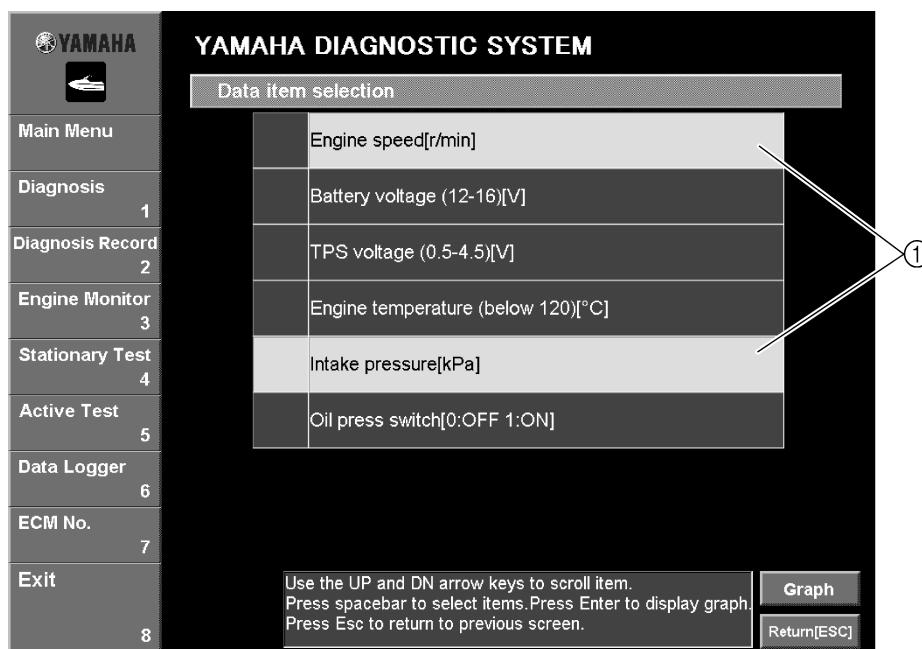
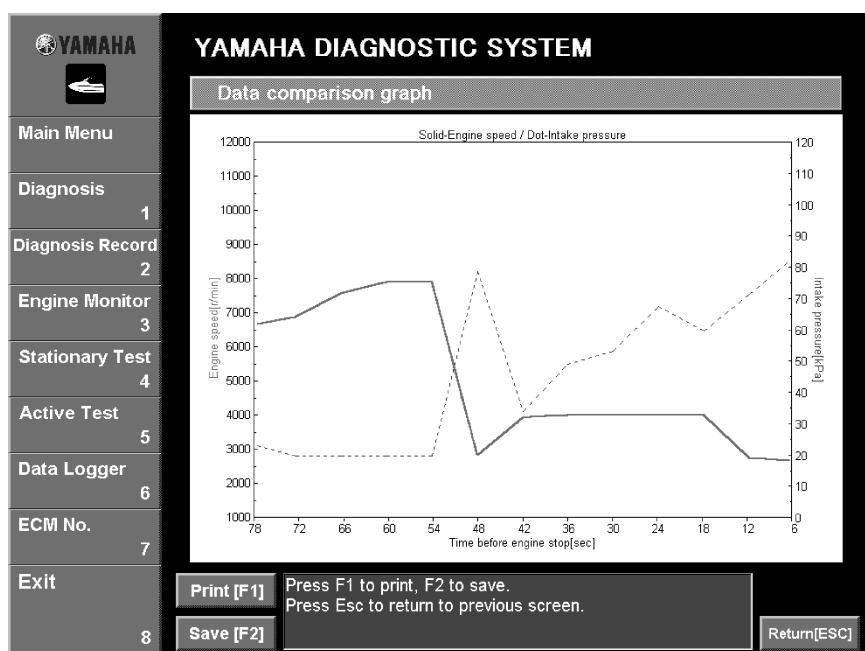

Fig. 60
Fig. 61
① Selected items
1. Select the desired items by either clicking them or pressing the up or down arrow keys on your keyboard, then pressing the space bar. (Fig. 60)
2. Click the **Graph** button or press the Enter key on your keyboard. (Fig. 60) The **Data comparison** window is displayed. (See fig. 61.)
① Eléments sélectionnés
1. Sélectionner les éléments souhaités en cliquant dessus ou en utilisant les touches haut ou bas du clavier, puis en appuyant sur la barre d'espace (Fig. 60).
2. Cliquer sur le bouton **Graph** ou appuyer sur la touche Entrée du clavier (Fig. 60). La fenêtre **Data comparison** (comparaison des données) s'affiche (voir la fig. 61).
① Ausgewählte Datenfelder
1. Die gewünschten Datenfeld entweder durch Anklicken oder durch Benutzung der Pfeiltasten auf Ihrer Tastatur auswählen und dann die Leertaste drücken. (Abb. 60)
2. Klicken Sie auf **Graph** oder drücken Sie die "Enter"-Taste Ihrer Tastatur. (Abb. 60) Das **Data comparison** (Datenvergleich) Fenster erscheint. (Siehe Abb. 61.)
① Elementos seleccionados
1. Seleccione los elementos que deseé haciendo clic en ellos o bien pulsando la flecha arriba o abajo del teclado y luego pulse la barra espaciadora. (Fig. 60)
2. Haga clic en el botón **Graph** o pulse la tecla Intro en el teclado. (Fig. 60) Aparece la ventana **Data comparison** (Comparación de datos). (Ver fig. 61.)
A line graph appears with the items selected in the **Data display item selection** window on the vertical axes and the **Time before engine stop** on the horizontal axis. (Fig. 61)
Un graphique linéaire s'affiche avec les éléments sélectionnés dans la fenêtre **Data display item selection** (sélection d'un élément d'affichage des données) sur les axes verticaux et le paramètre **Time before engine stop** (temps avant l'arrêt du moteur) sur l'axe horizontal (Fig. 61).
Es erscheint ein Strichdiagramm in einem Fenster mit den ausgewählten Datenfeldern aus der **Data display item selection** (graphischen Darstellung für den Datenvergleich) auf der vertikalen Achse und mit der **Time before engine stop** (Zeit vor dem Anhalten des Motors) auf der horizontalen Achse. (Abb. 61)
Aparece un gráfico de líneas con los elementos seleccionados en la ventana **Data display item selection** (Selección de elemento para visualizar datos) en el eje vertical y el **Time before engine stop** (Tiempo antes de parada del motor) en el eje horizontal. (Fig. 61)